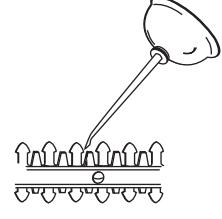

Fig. 7
- 1. Appliquez une huile légère pour machines sur les bords et le bout de la lame (Fig. 7).